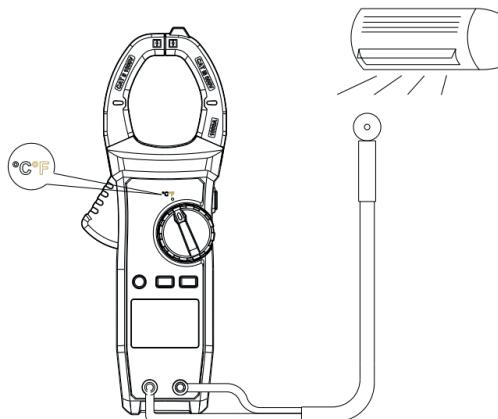

Рисунок 6
4. Измерение температуры (только для UT206A+, рисунок 6)